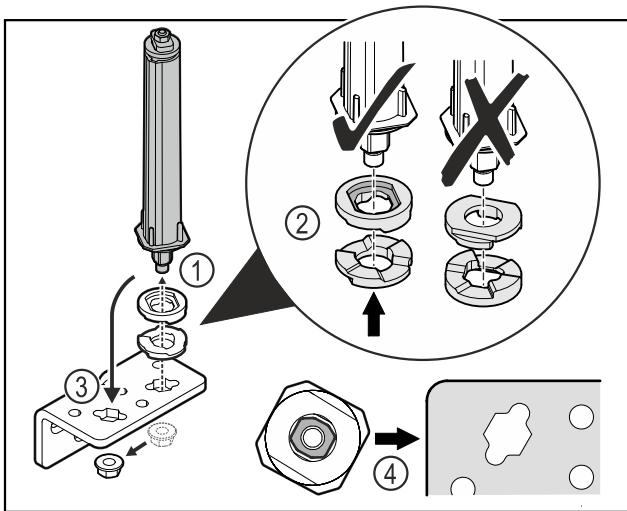

Fig. 23
- ▶ Uvoľnite maticu a odstráňte systém zatvárania dverí Fig. 23 (1).
- ▶ Dbajte na správne vyrovnanie podložiek na výškové prestavenie Fig. 23 (2).
- ▶ Premiestnite systém zatvárania dverí v uholníku závesu a zafixujte ho maticou Fig. 23 (3).
- ▶ Dbajte pri nasadzovaní na správne vyrovnanie systému zatvárania dverí Fig. 23 (4).